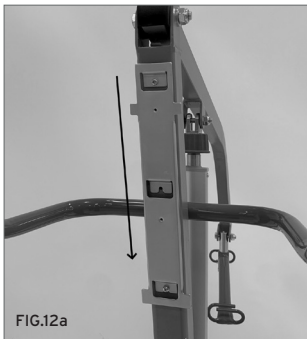

FIG.12a
3. Inserire la centralina sulla staffa appena montata facendola scorrere dall'alto verso il basso e bloccarla con le viti. (Fig.12a-12b)